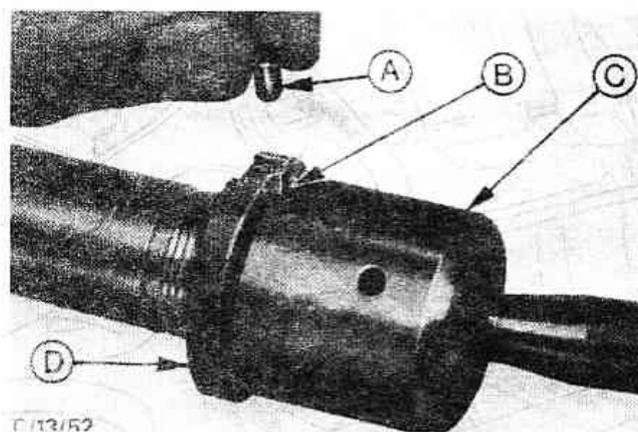

Рис. 11.29. Установка стопора (А) в корпус шарового шарнира рулевой тяги (С) и контргайки (D) в новое отверстие (В) (Разд.30)
24. На линии соединения контргайки и корпуса шарового шарнира просверлите отверстие диаметром 3,2 мм и глубиной 9,5 мм. Даже если половинки ранее рассверленного старого отверстия совпадают, необходимо просверлить новое (Рис. 11.29).